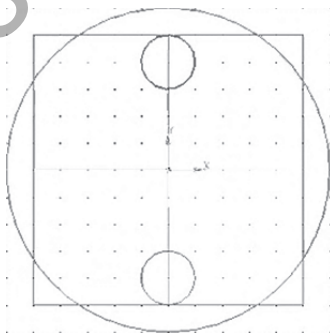

Рисунок 2.6
6. На инструментальной панели в режиме «Геометрия» выберите команду «Окружность», с помощью которой по сетке нарисуйте эскиз основания детали, содержащий три окружности: одну с диаметром **60** и две — **10 мм**. При рисовании каждой окружности в рабочей области отметьте курсором первую и вторую точки: центр и точку на окружности требуемого радиуса. Закачивается выполнение эскиза повторным щелчком на кнопке «Эскиз» (рис. 2.6).